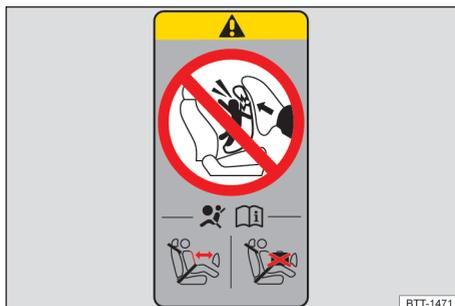

Fig. 47 Etiqueta do airbag na coluna B (representação esquemática).
- Na coluna B no lado do passageiro dianteiro → Fig. 47.